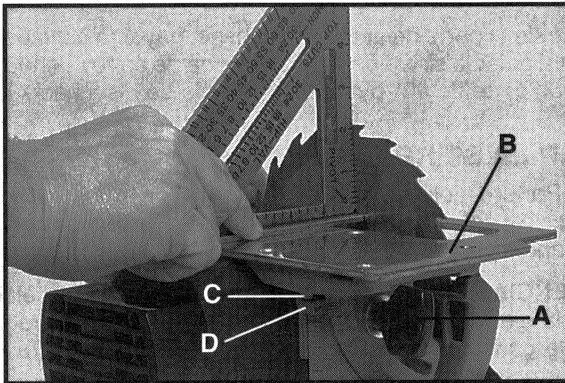

Fig. 6
3. Invierta la sierra con la agarradera sobre un apoyo rígido. Afloje la perilla de ajustes de bisel (A) Fig. 6, y ajuste la base (B) de manera que el tornillo (C) de tope toque el tope (D).
4. Retire (abra) el protector (guarda) del disco. Con una escuadra verifique que el disco esté a un ángulo de 90° con la base como está ilustrado en la Fig. 6. Si no lo está, dé vuelta al tornillo de tope hasta que se asegure de que el disco está a un ángulo de 90° con la base cuando el tornillo (C) de tope toca el tope (D) Fig. 6.